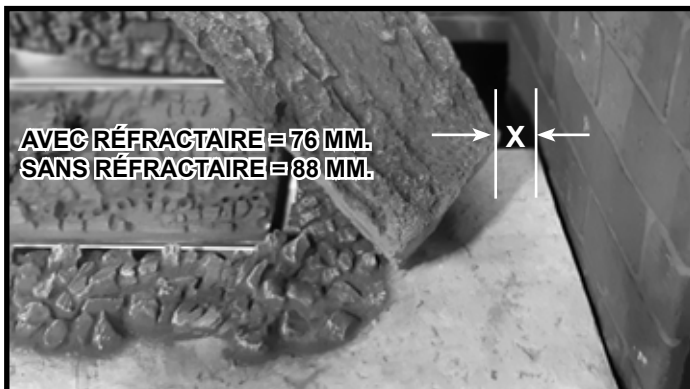

Figure 6 Placez la bûche n° 3 (BÛCHES-8K / BÛCHES-8KX / BÛCHES-8-BIR)
**BÛCHE-8K / BÛCHE-8KX / BÛCHE-8-BIR** : Placez le sommet de la bûche n° 3 sur la partie plate de la bûche n° 2, comme illustré sur les figures 4.A et 5.B. positionnez le sommet de la bûche n° 3 comme illustré sur la figure 5.A, en affleurant la face arrière de la bûche n° 2. L'écart entre le bord inférieur droit de la bûche n° 3 et la paroi latérale de la boîte à feu variera comme l'indique la dimension X de la figure 6.